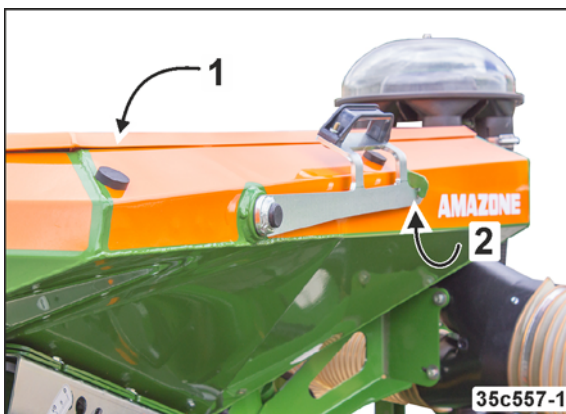

Рис. 214
Крышку (Рис. 214/1) бункера посевного материала следует
- закрывать перед включением вентилятора (Рис. 214/2)